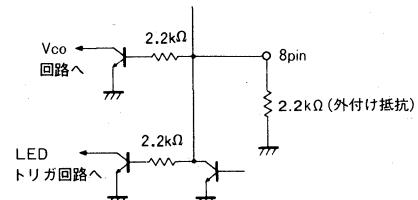

Fig.29
c) 8pinをVccへ接続する際には、10~50kΩ程度の抵抗を通して行ってください。Fig.29のような回路構成にな